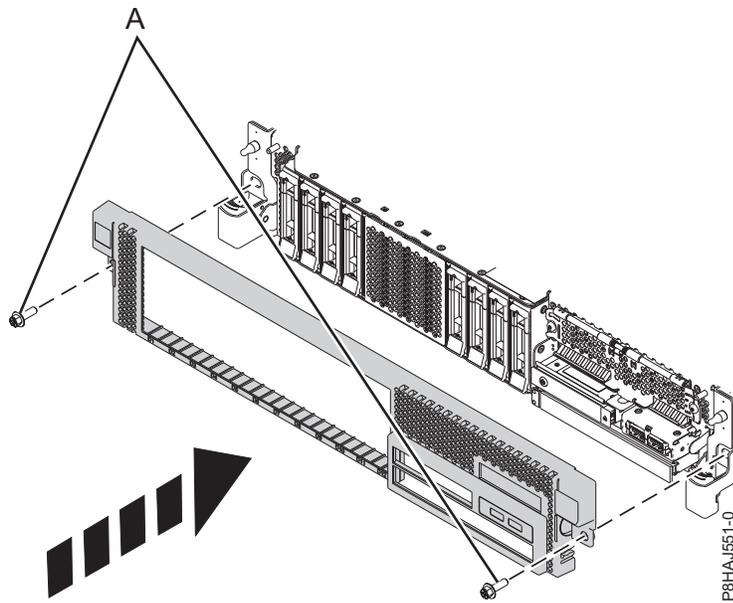

Abbildung 15. Vordere Abdeckung installieren
3. Verriegeln Sie die Entriegelungshebel in die in Abb. 15 auf Seite 39 dargestellte Richtung. Die Abdeckung schnappt ein und weist eine Vertiefung auf, an der Sie sie leichter festhalten können.
4. Bringen Sie die Transportschrauben (A) wieder an.